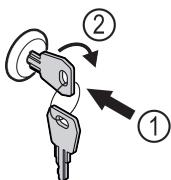

Fig. 169
- Shtyni çelësin brenda Fig. 169 (1).
- Rrotulloni çelësin me 90° në drejtimin orar Fig. 169 (2).